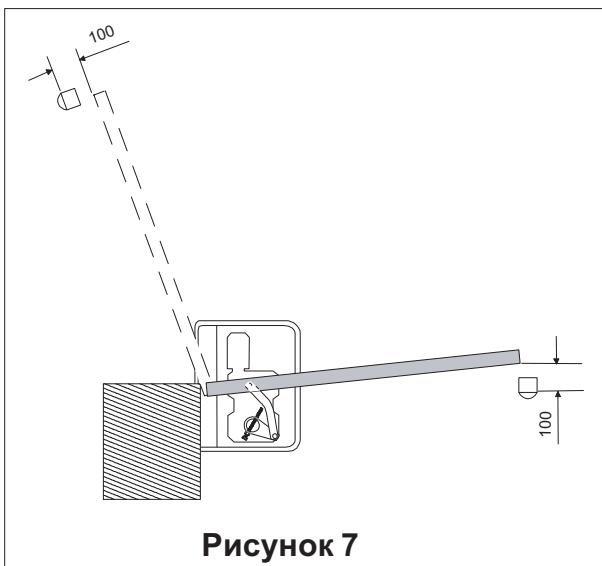

Рисунок 7
- Расположите створку ворот на расстоянии около 100 мм от точки полного открывания (рисунок 7).